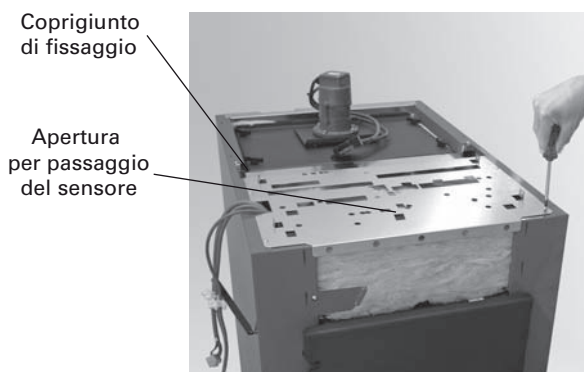
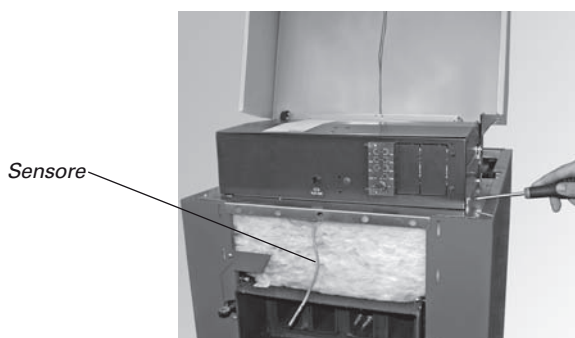
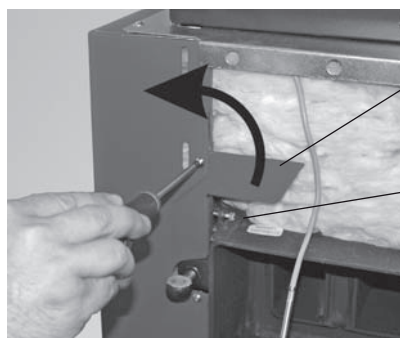

Fig. 23 - Parte del mantello di collegamento da avvitare davanti.
Fig. 25 - Fissare il quadro di comando e regolarlo.
Fig. 26 - Vite regolabile parete laterale.
- Parte del mantello di collegamento va montata davanti con quattro viti e poi vanno piegati verso l'alto tutti e quattro i coprighiunti di fissaggio - Fig. 23, 24.
- Sollevare il pannello di controllo sulla caldaia (guidare il sensore attraverso l'apertura al centro della parte anteriore della piastra di collegamento - Fig. 23) e utilizzare 4 viti per fissarlo sulla piastra di rivestimento e allinearla - Fig. 25. I pannelli laterali possono essere allineati con le 2 viti regolabili alla caldaia - Fig. 26.
- Porre il quadro di comando sulla caldaia e avvitare sul pezzo di mantello di collegamento. Regolare il fissaggio. - Fig. 25. Le pareti laterali possono essere fissate alla caldaia con due viti regolabili - Fig. 26. Attacco del cavo per serrande aria e interruttore sicurezza porta - vedi par. 3.1.1.
- Rimuovere la vite dalla piastra di copertura sensore ad immersione e girarla in senso antiorario - Fig. 26. Suggerimento: sganciare lo sportello di riempimento per migliorare l'accesso al sensore ad immersione.